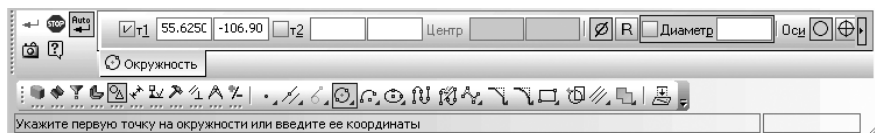

Рис. 3.52. Панель свойств: Окружность по двум точкам, Компактная панель и строка сообщений
- переместите курсор с нажатой левой кнопкой мыши на кнопку – **Окружность по двум точкам** на дополнительной (расширенной) панели. Появится **Панель свойств: Окружность по двум точкам** (рис. 3.52). В строке сообщений появится подсказка: **Укажите первую точку на окружности или введите ее координаты**;